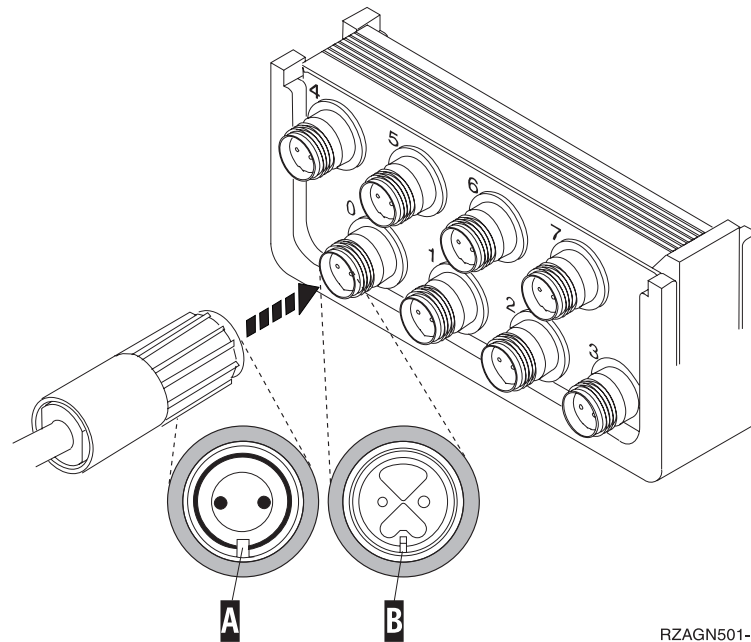

Figura 3. Dónde debe conectarse el cable de consola de la unidad del sistema
- ___ 5. Alinee la cuña **B** del **puerto 0** del conector de cable twinaxial de 8 puertos con la ranura **A** del accesorio de cable twinaxial (Figura 3).